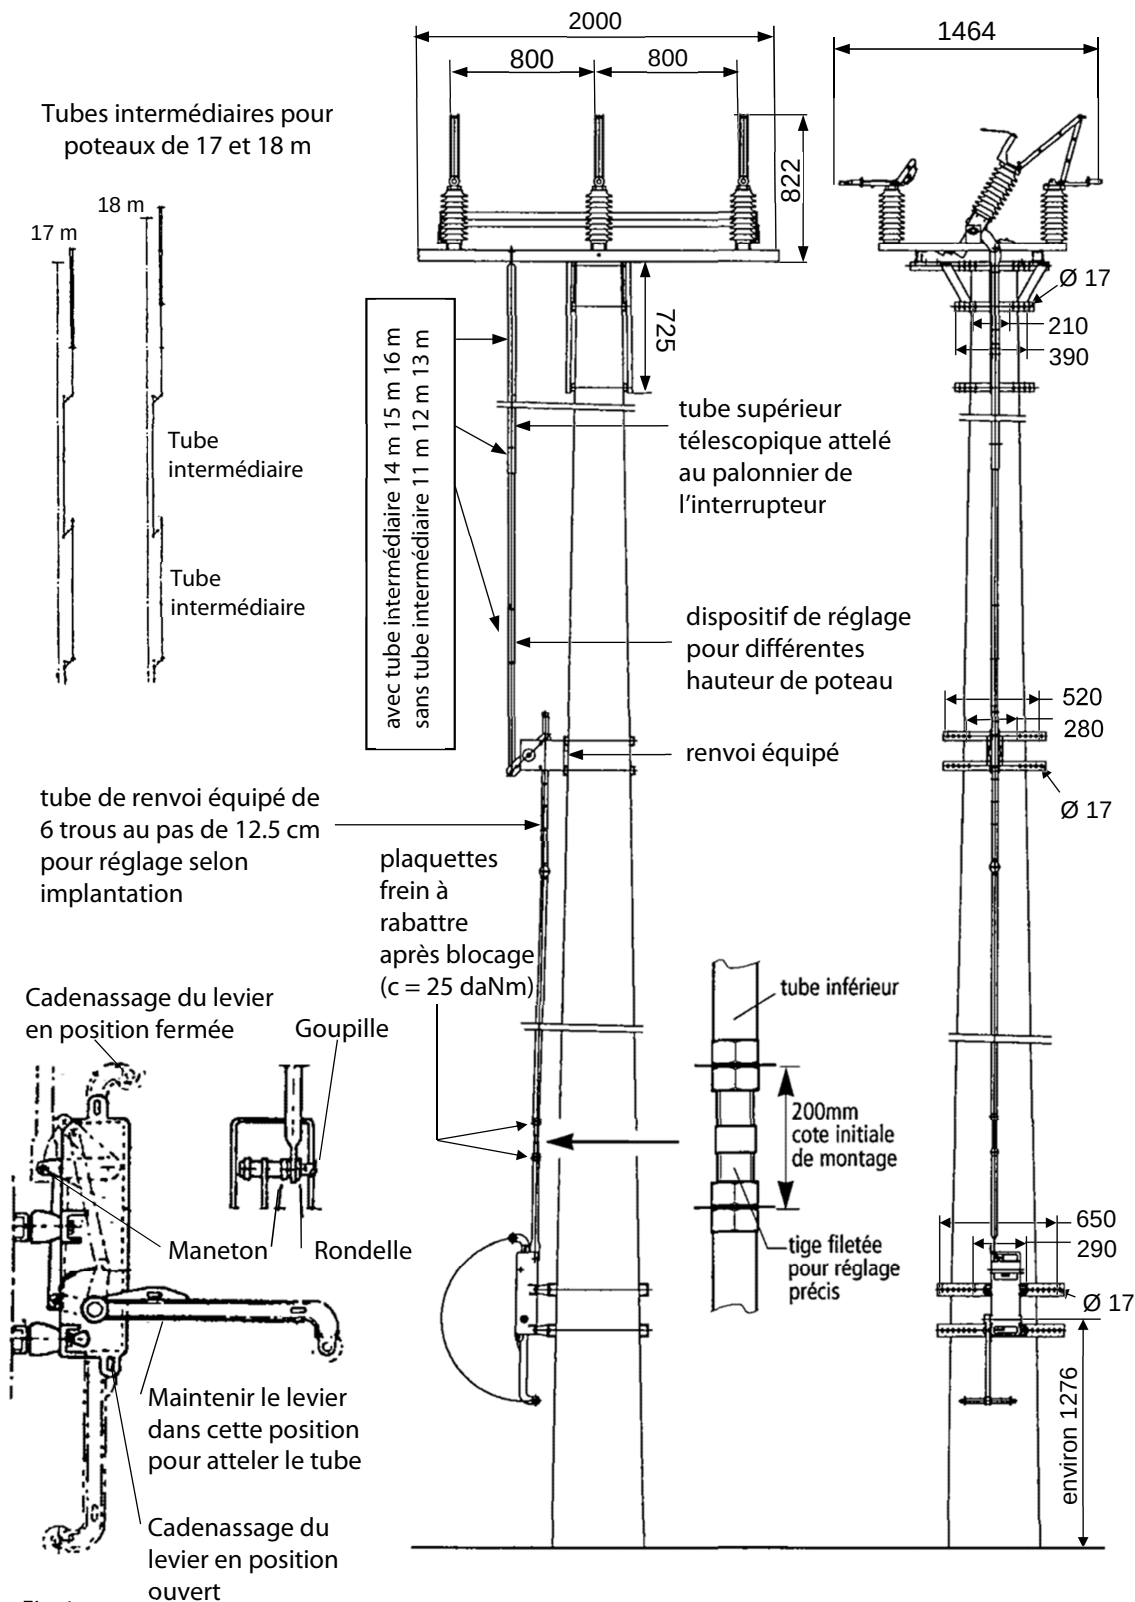

Fig. 1
- Assembler les tubes en choisissant les trous correspondant à la hauteur du poteau (voir fig.1 au recto).
- Atteler le renvoi au tube supérieur et positionner le bras à 45° en passant une tige diamètre 12 dans les trous prévus à cet effet (voir fig.1 au recto)
Si le levier de manœuvre bascule en position basse avant que le tube ne soit attelé, il faut, pour le ramener à l'horizontale, briser l'alignement de la genouillère en agissant sur l'articulation (A) (fig. 1 au recto).